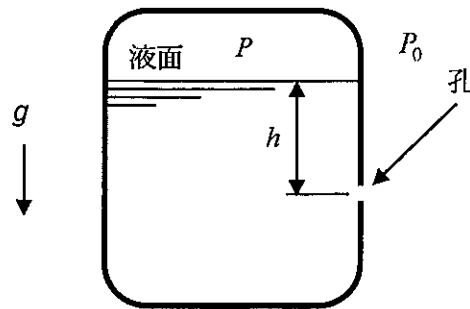

図2
(2) 図2のような十分大きな容器があり、容器の横に小さな孔が開いていて、通常時、孔は閉止されている。容器の中には密度  $\rho$  の液体が貯留されており、液面から孔までの深さは  $h$  である。ここで、孔を開放して液が流出したときについて考える。ただし、重力の加速度を  $g$  とし、液が流出する過程で、液体上部の圧力と液面の位置は変化がなく、縮流などによるエネルギー損失はないものとする。